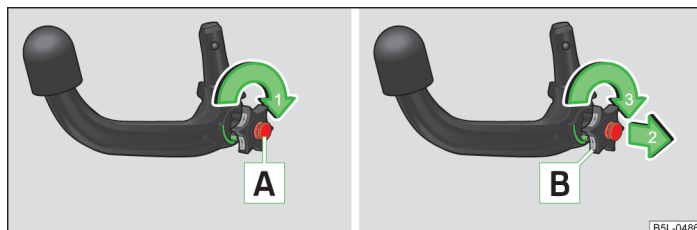

Fig. 126 Impostare la predisposizione
- Girare la chiave **A** in direzione della freccia 1 fino all'arresto » fig. 126.